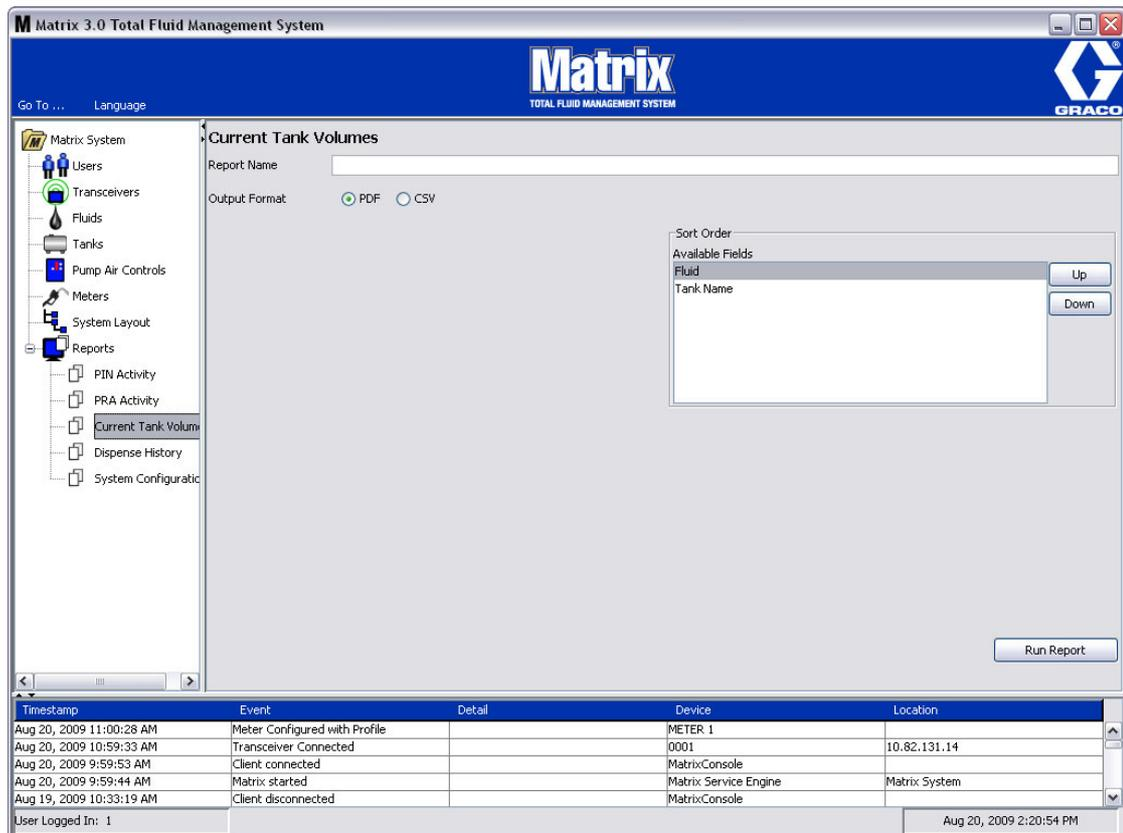

Рис. 105
- Экран «Current Tank Volumes» [Текущие объемы цистерны] (Рис. 105)